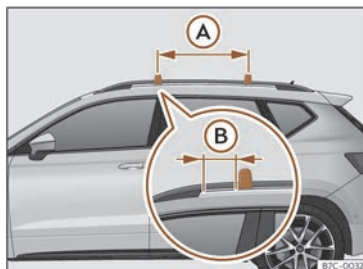

Fig. 174 Points de fixation des barres transversales pour la galerie porte-bagages du toit.
Les barres transversales se montent sur les barres latérales du toit. La distance entre les barres transversales >>> fig. 174 (A) devra être comprise entre 70 et 90 cm et la distance entre les barres transversales et les supports des barres latérales du toit (B) devra être de 15 cm.